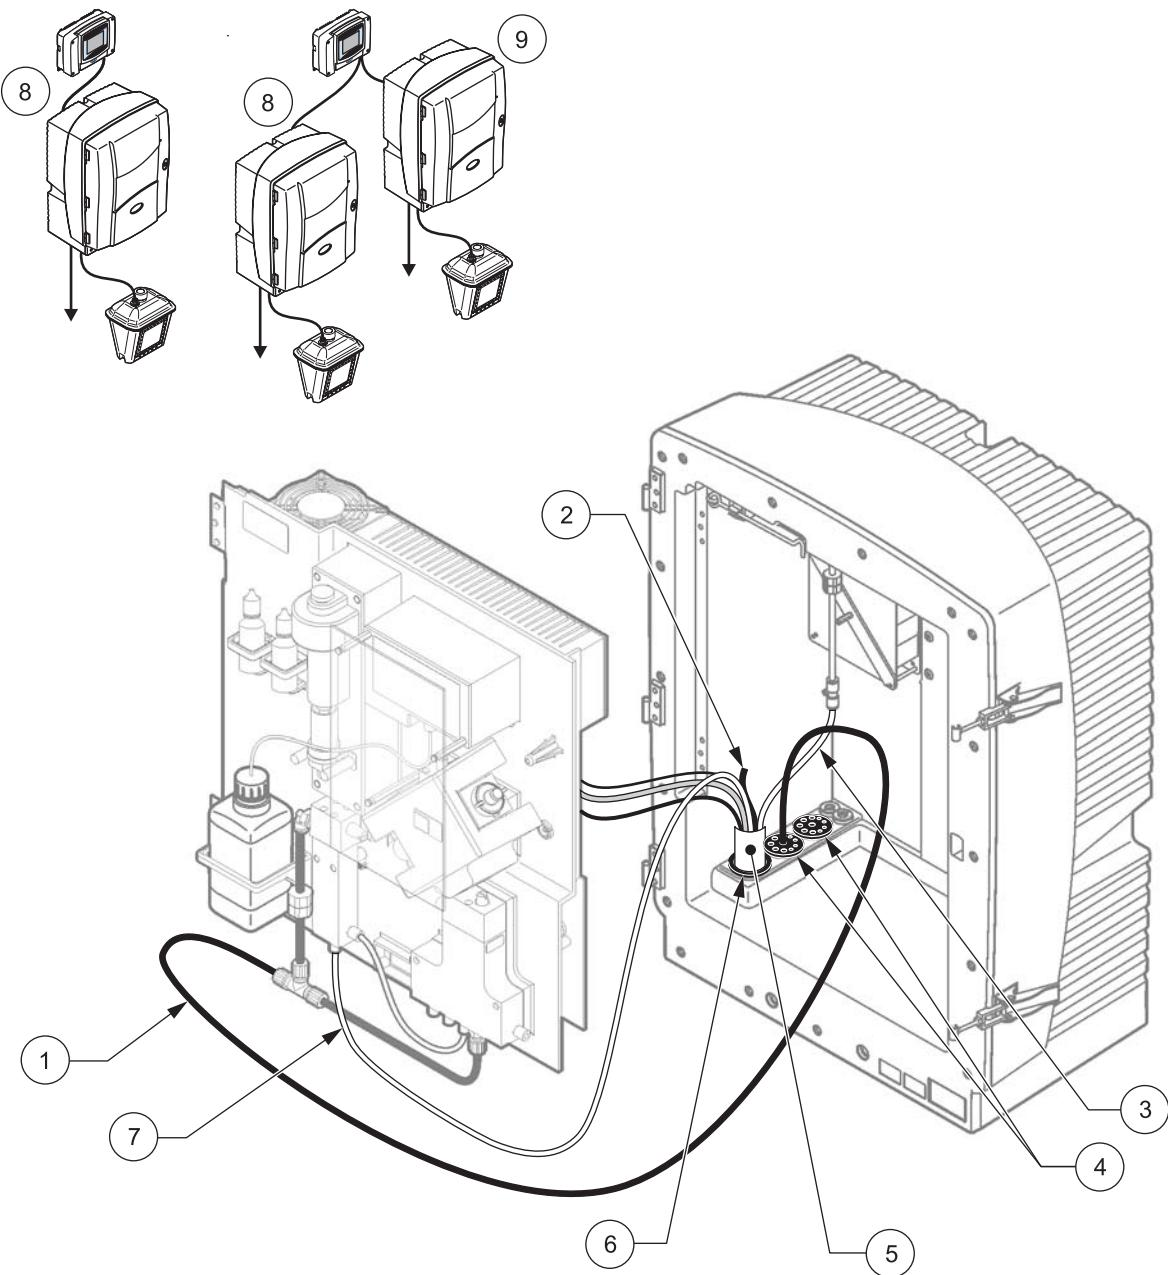

图 29 选项 7 设置
请参考图 29 以及选项 7 的以下说明：
2. 通过分析器开口引出过滤器探头 sc 软管（取样管、电缆和排放管）(图 29, 项目 4)。使用 2 号密封塞加固。